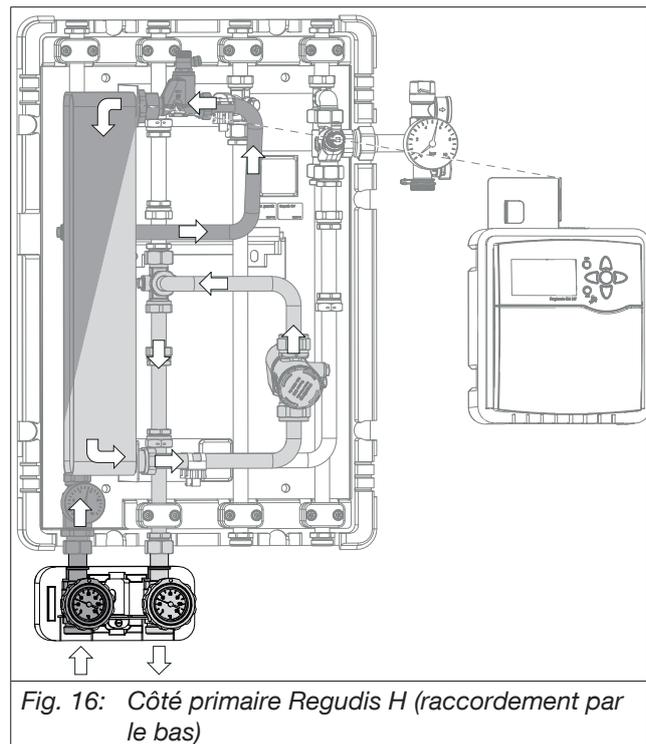

Fig. 16: Côté primaire Regudis H (raccordement par le bas)
L'eau chaude fournie par le réseau de chauffage local/urbain est dirigée vers l'échangeur de chaleur (voir Fig. 4 en page 8 (15)) via l'aller par le haut ou le bas (voir Fig. 16 en page 18).
L'eau de retour évacuée de l'échangeur de chaleur est re-dirigée vers le réseau d'alimentation via le retour du circuit primaire (voir Fig. 16 en page 18).